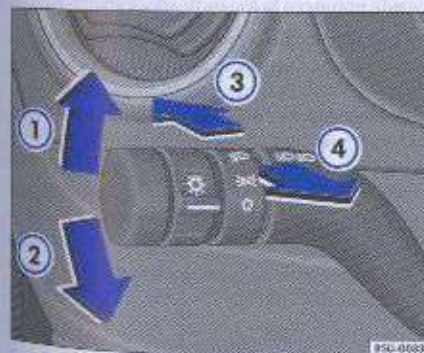

Fig. 67 Palanca de los indicadores de dirección y de conmutación de los faros
– Mueva la palanca hacia arriba hasta el tope → fig. 67 1, para indicadores de dirección a la derecha, y hacia abajo 2, para indicadores de dirección a la izquierda. La luz correspondiente en el cuadro o parpadea también.
- Para encender los faros de carretera / cruce27), presione la palanca → página 91, fig. 67 ③ en la dirección del cuadro, con el encendido conectado. Con los faros de carretera conectados, aparece en el cuadro una luz correspondiente al faro de carretera ⑤ y se apagan los faros de cruce → ⑥.
- Para apagar, presione la palanca → página 91, fig. 67 ④ en la dirección del volante.
- Con los faros apagados, presione la palanca en dirección al volante → página 91, fig. 67 ④, para accionar las señales de luces. Durante las señales de luces, se enciende la luz correspondiente al faro de carretera ⑤ en el cuadro.